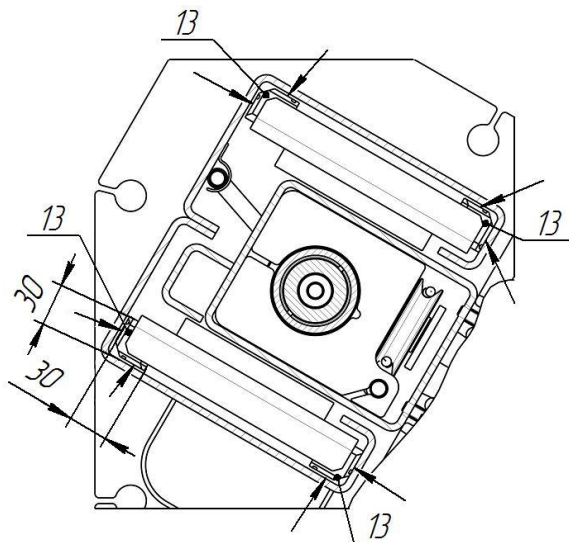

Рисунок 11 – Места смазки беговых дорожек (угловая зона 30х30 мм внутри стоек по всей длине)
6.14 Перед началом эксплуатации необходимо тщательно покрыть смазкой Литол-24 беговые дорожки внутри стоек на всем ходе кареток (см. рисунок 11), а также трос системы синхронизации кареток.